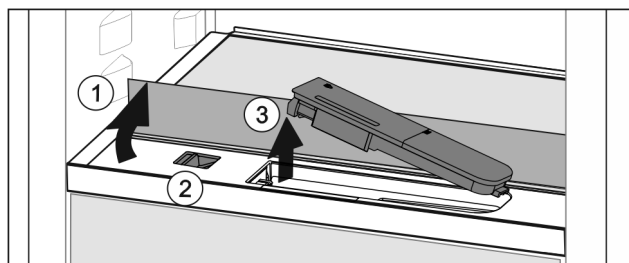

Fig. 87
- ▶ Løft glaspladen og klap den bagud til anslag Fig. 87 (1).
- ▶ Skyd skyderen Fig. 87 (2) mod venstre.
- ▶ Tag vandbeholderen Fig. 87 (3) ud.